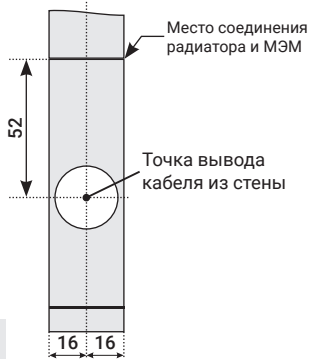

Рис.7
4.2.1. Для монтажа через скрытую проводку производитель рекомендует придерживаться следующих требований: кабель для подключения должен быть медным с сечением $3 \times 1.5 \text{ мм}^2$. Точка вывода кабеля из стены (рис. 7).